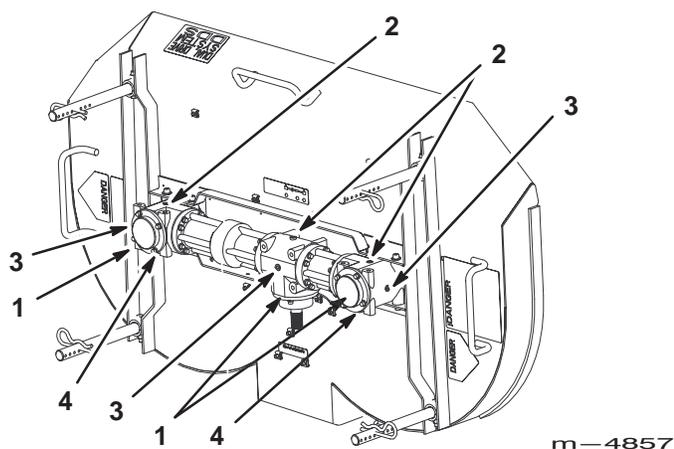

Figure 69
3. Une fois le plateau relevé, enlevez le bouchon au fond du boîtier. Attendez que tout le liquide se soit écoulé dans un bac de vidange (Fig. 69).
4. Remettez le bouchon en place et après avoir appliqué du produit d'étanchéité sur les filetages au besoin (Fig. 69).
5. Enlevez le bouchon de remplissage en haut du boîtier d'engrenages (Fig. 69).
7. Remettez le bouchon en haut du boîtier d'engrenages (Fig. 69).
3. Enlevez le bouchon latéral du boîtier. Le niveau de liquide doit atteindre le trou latéral (Fig. 69).
4. Versez éventuellement du liquide de transmission automatique (Dexron®III ou équivalent) dans le trou supérieur, jusqu'à ce qu'il s'écoule par le trou latéral. Le boîtier est plein quand le liquide sort par le trou latéral (Fig. 69).
5. Remettez les bouchons supérieur et latéral, après avoir enduit leurs filetages de produit d'étanchéité (Fig. 69).